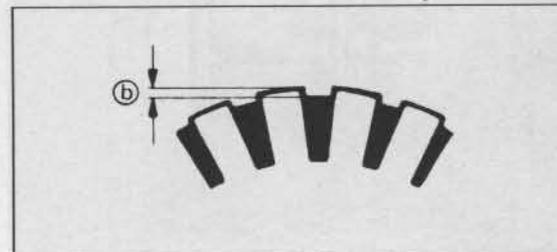

Bild 76
- --- Glimmerunterschneidung zwischen Lamellen muss mindestens 0,7 mm betragen (Bild 76). Falls Unterschneidung geringer, mit Metall-